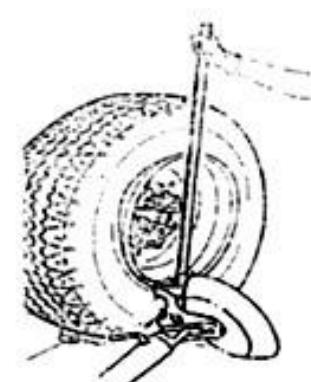

Fig 10
(2) Отрегулируйте взаимное положение монтажного пальца (13) и шины, установите монтажный палец (13) между шиной и ободом. Вставьте монтажный палец (13) под борт шины и зацепите борт.
(3) Опустите борт, чтобы избежать его соскальзывания с инструмента.
(4) Переведите монтажный палец к внешнему краю обода. (5) Установите монтировку под монтажный палец между краем шины и бортом. (6) Нажмите на монтировку и удерживая ее нажатой опустите колесо до тех пор, пока край обода не окажется на расстоянии 5 мм от монтажного пальца (рис. 10).